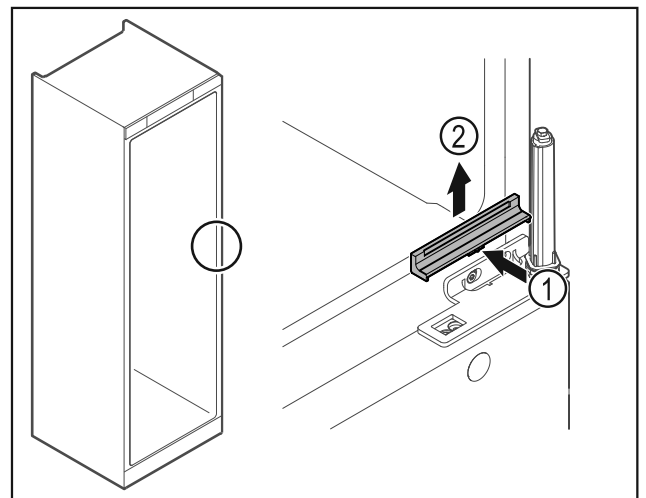

Fig. 31
- ▶ Trykk dekkelet Fig. 31 (1) litt inn på midten, og trekk det opp og av Fig. 31 (2).